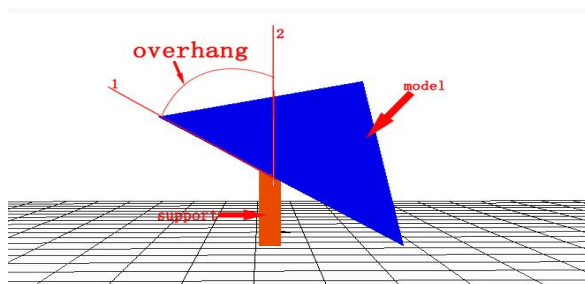

图 21，悬垂角度示意图，图中射线 1 和射线 2 的夹角即为悬垂角度
(2) 需支撑的悬垂角度（度）：取值 $0^{\circ} - 90^{\circ}$ ，当支撑垂直方向与模型接触面的夹角（overhang，如图 21）大于此取值时，切片软件会自动增加支撑结构防止这些部位因为重力的原因在打印过程中掉落。该夹角的大小会影响支撑结构的数量，值越小需要支撑的部位就越多，在某些复杂模型中支撑太多会很难去除。该项默认设置为 60° ，当打印经验较丰富时可自行更改。